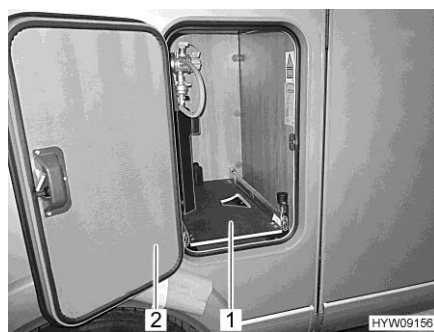

Fig. 118 Base estraibile del vano portabombole
- Aprire lo sportello (Fig. 118,2) del vano portabombole.
- Estrarre la base estraibile del vano portabombole (Fig. 118,1), fino a innestare nuovamente il pomello. La base estraibile del vano portabombole è ora bloccata in questa posizione.